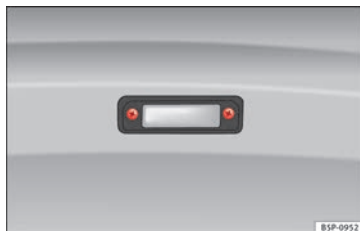

Fig. 107 Desmontaje de la iluminación placa matrícula.
- Para retirar la tulipa, desenrosque los tornillos » **fig. 107**.